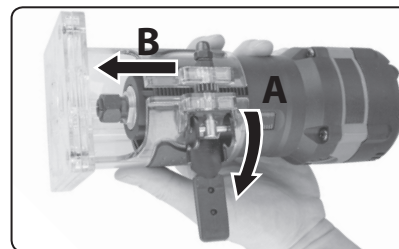

Abb. 8
1. Entfernen Sie die verschiebbare Fräshülse, Schritte A und B, Abb. 8.
3. Schieben Sie die verschiebbare Hülse wieder auf die Fräsmaschine, so dass sich das gezahnte Führungsrad der Hülse in der geschlitzten Nut befindet, wie in Abbildung 8 dargestellt. Befestigen Sie dann die Hülse mit dem Hebel auf dem Fräskörper.